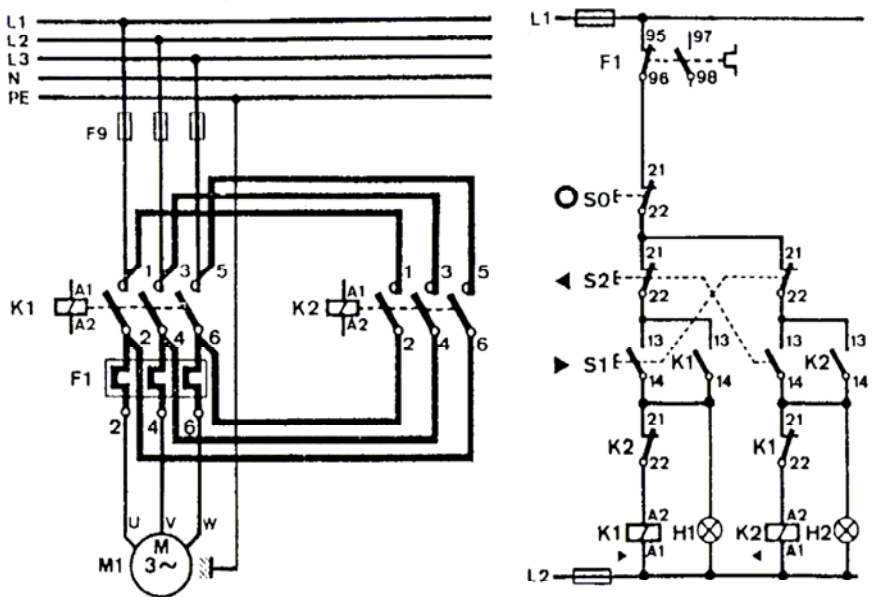

Figure 6
2. A partir du schéma électrique présenté dans la figure 6, répondre aux questions de a) à i):